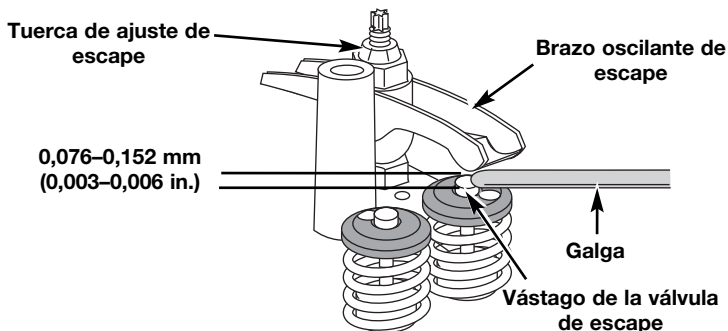

Fig. 37
- Gire la tuerca de ajuste con una llave de 8 mm (5/16 pulgadas) o una guía de tuercas (Fig. 37).